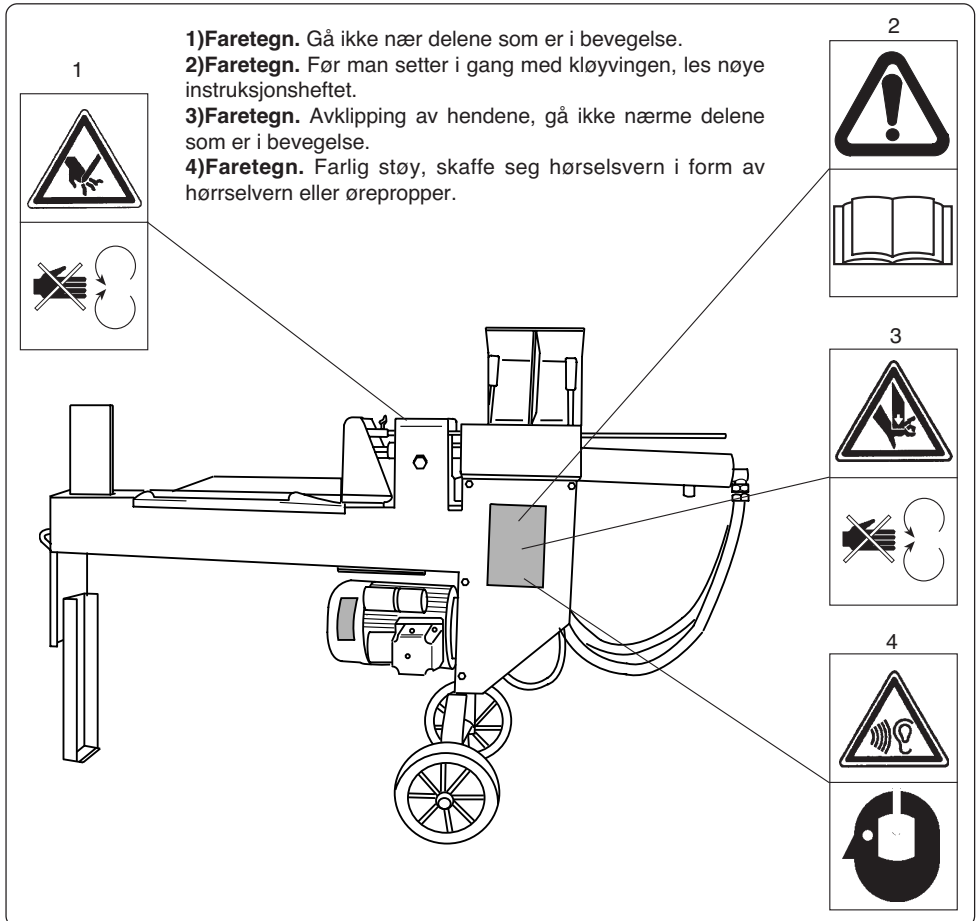

Fig.6. Plassering av faretegn på maskinen
- 1)Sjekk nivået på den hydrauliske oljen ved hjelp av peilepinne som er innføyet i oppfyllingsslangen (se Fig. 6). Det er risset inn et hakk som begrenser maskimalnivå;